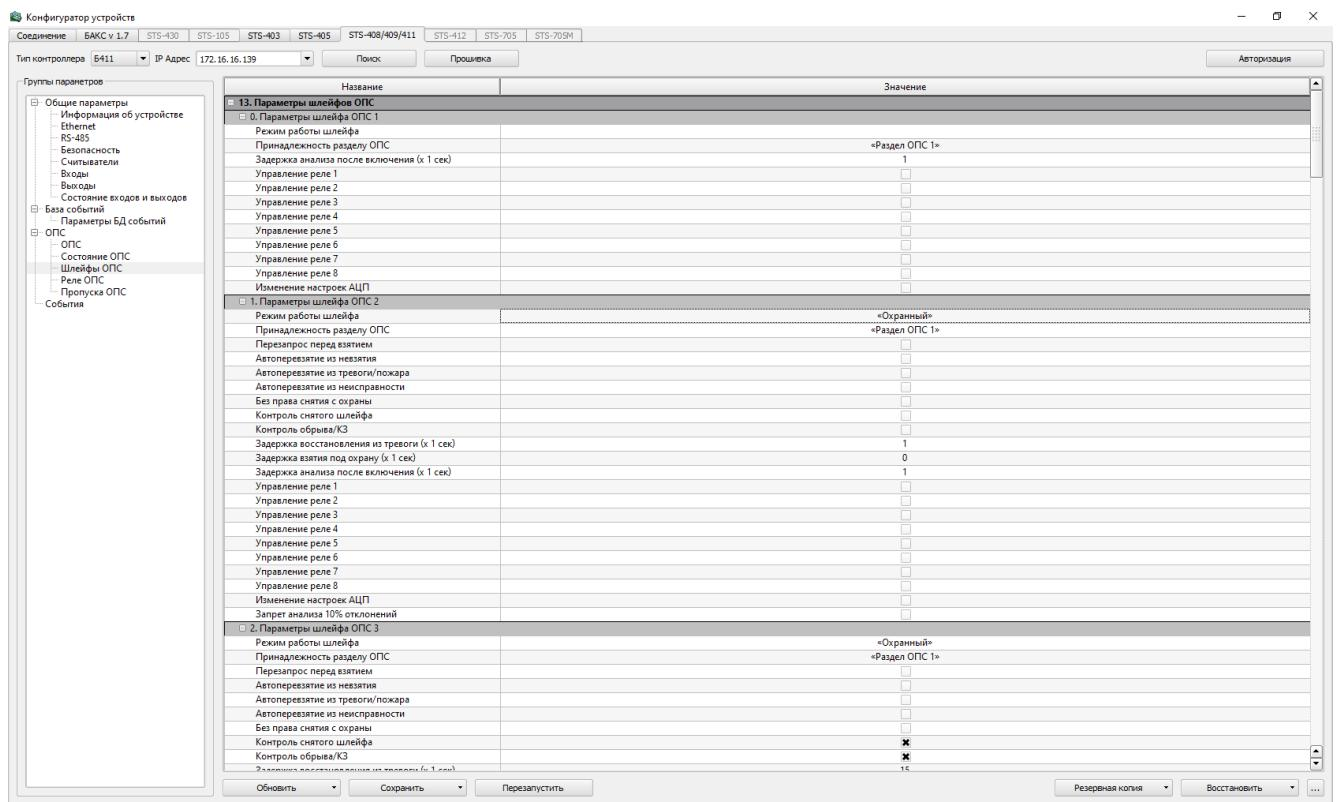

Рисунок 36 – Шлейфы ОПС
- в группе «Параметры шлейфов ОПС» (рисунок 36) установить флагок «Управление реле N» (где N – выбранное реле) в настройках контролируемого шлейфа.